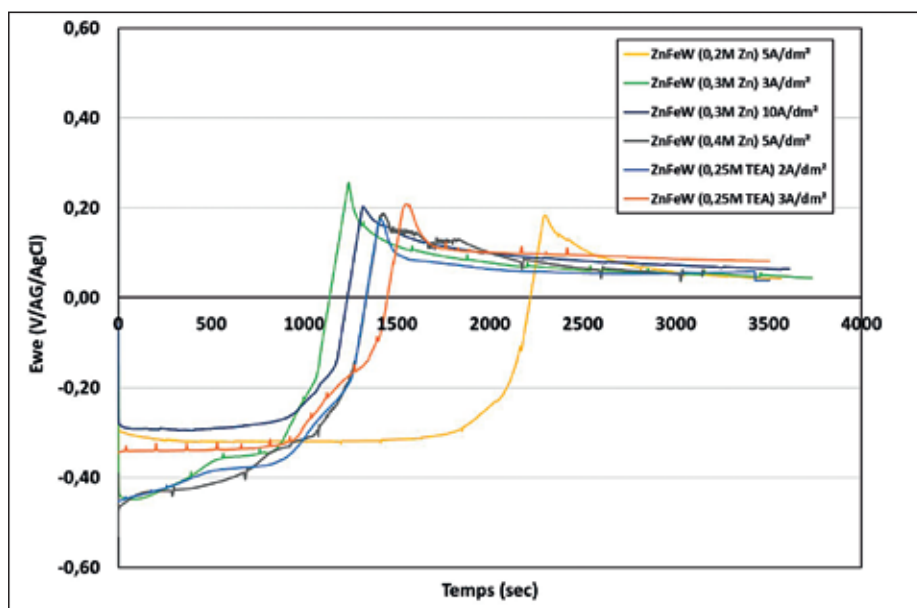

Figure 3 – Exemple de courbe de chronopotentiométrie pour le système d'étude ZnFeW
**La chronopotentiométrie**, autre technique en mode stationnaire, consiste à mesurer l'évolution du potentiel en fonction du temps à un courant imposé [1]. Cette technique permet principalement d'identifier les phénomènes de dissolution/passivation qui se produisent à l'électrode. En effet, si la réaction de dissolution de l'électrode de travail conduit à la formation d'un film passif superficiel qui empêche la réaction d'oxydation plus que la réaction cathodique,  $E_{corr}$  deviendra plus noble. En revanche, un film peu stable dans l'électrolyte, se dissolvant par réaction d'oxydation conduira à une baisse du potentiel de corrosion. Dans notre laboratoire, la chronopotentiométrie à courant imposé a été utilisée pour caractériser la résistance à la corrosion de dépôts sacrificiels sur acier (Zn, ZnNi, ZnFe, ZnFeW – Figure 3). Le passage d'un courant entraîne l'oxydation des espèces électro-actives se situant à la surface de l'électrode de travail. Le système se trouve alors porté à un potentiel d'équilibre dont la valeur est caractéristique du couple oxydo-réducteur considéré. Lorsque la totalité du dépôt est oxydé, le potentiel change rapidement, devenant plus anodique et se rapprochant du potentiel de l'acier. Ce temps qui